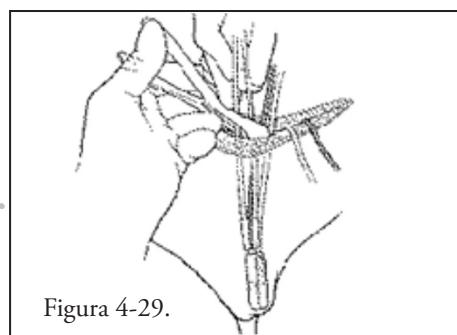

Figura 4-29.
14. Posizionare la pompa nella tasca, con il pulsante di disattivazione rivolto verso l'esterno, in modo che sia palpabile. Indirizzare i tubi della pompa all'area inguinale. **(Figura 4-29)**